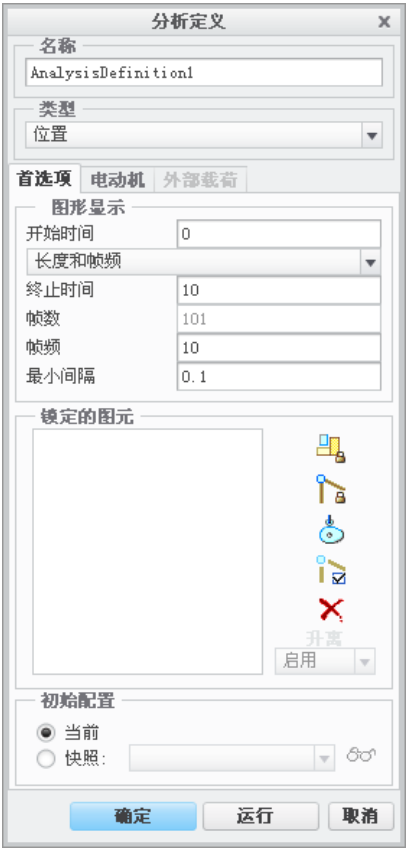

图 9.8.13 “分析定义”对话框
Step2. 此时系统弹出图 9.8.13 所示的“分析定义”对话框，在该对话框中进行下列操作：
- (1) 输入分析（即运动）名称。在对话框的名称文本框中输入此分析的名称，或采用默认名。
- (2) 选择分析类型。选取分析的类型为“位置”。
- (3) 调整伺服电动机顺序。如果在机构装置中有多个伺服电动机，则可在对话框的 电动机 选项卡中，调整伺服电动机顺序。由于本例中只有一个伺服电动机，所以不必进行此步操作。
- (4) 定义动画时域。在图 9.8.13 所示的“分析定义”对话框的 图形显示 区域进行下列操作：
- ① 输入开始时间 0（单位为秒）。
- ② 选择测量时间域的方式：选择 **长度和帧频** 方式。
- ③ 输入结束时间 10（单位为秒）。
- ④ 输入帧频 10。
(5) 定义初始位置。在图 9.8.13 所示“分析定义”对话框的 **初始配置** 区域，选中  **当前单** 选项。